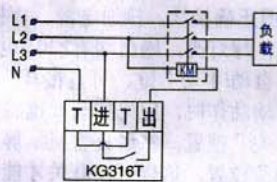

图5 三相控制接线图(接触器线圈380V)
b)控制接触器的线圈电压AC380V 50Hz，接线方式如图5所示。